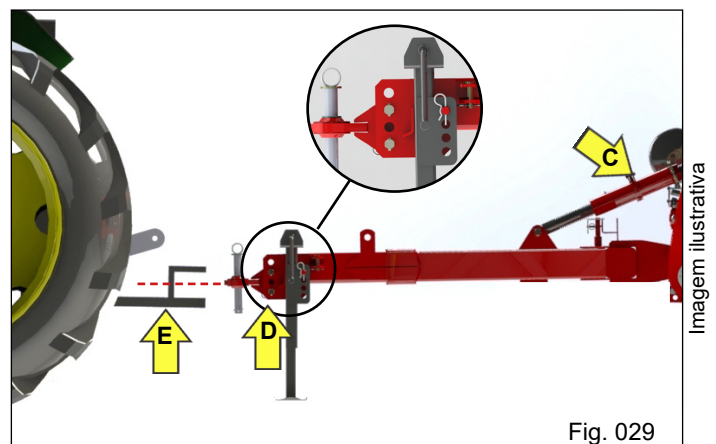

Fig. 029
a) Utilizando o regulador do cabeçalho "C" e o engate com rótula "D", ajuste a altura do engate do cabeçalho à barra de tração do trator "E" (Fig. 029).